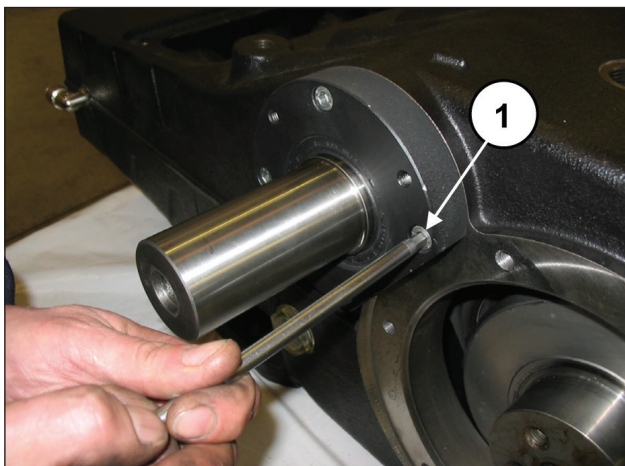
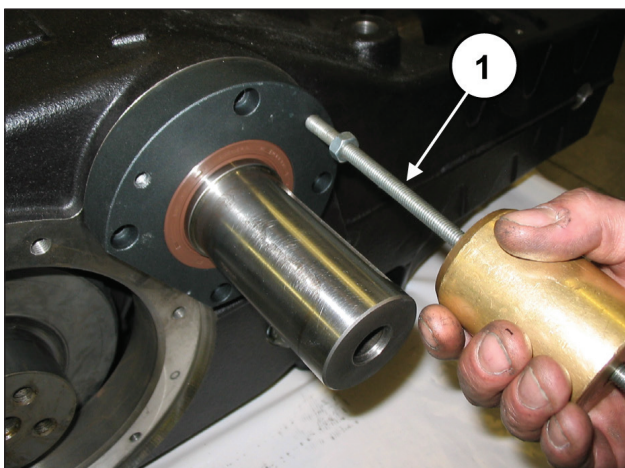

Fig. 27
Fig. 28
Desserrer les vis de fixation des caches roulement de la prise de force droit et gauche (rep. ①, Fig. 27) et dégager les deux couvercles de l'arbre de la prise de force. Pour faciliter le démontage, utiliser 3 goujons ou vis M8 (rep. ①, Fig. 28) faisant office d'extracteurs.